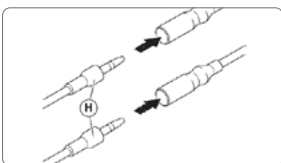

Рис. 10
8. Вставьте провода выключателя остановки (Рис. 10 поз. H) в соответствующие разъемы двигателя. (Рис 12) Обратите внимание, что полярность проводов НЕ ВАЖНА. Установите крышку воздушного фильтра.